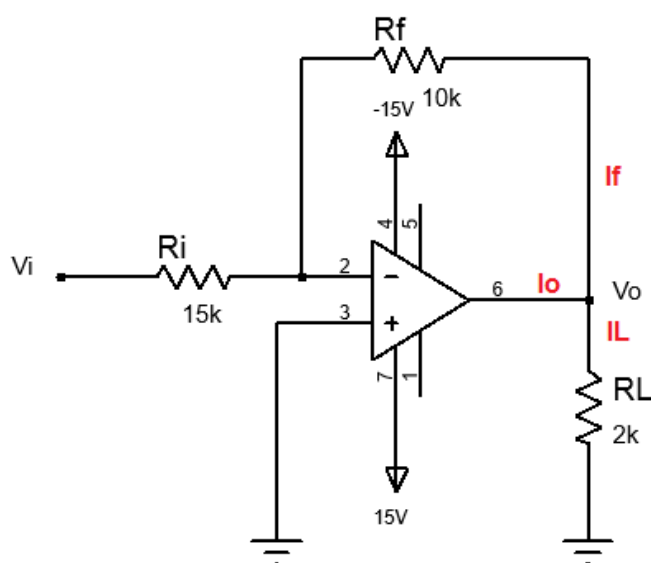

Figura 3. Fonte de tensão. Adaptado de [3].
- Montar o circuito conforme o diagrama esquemático da figura 3.